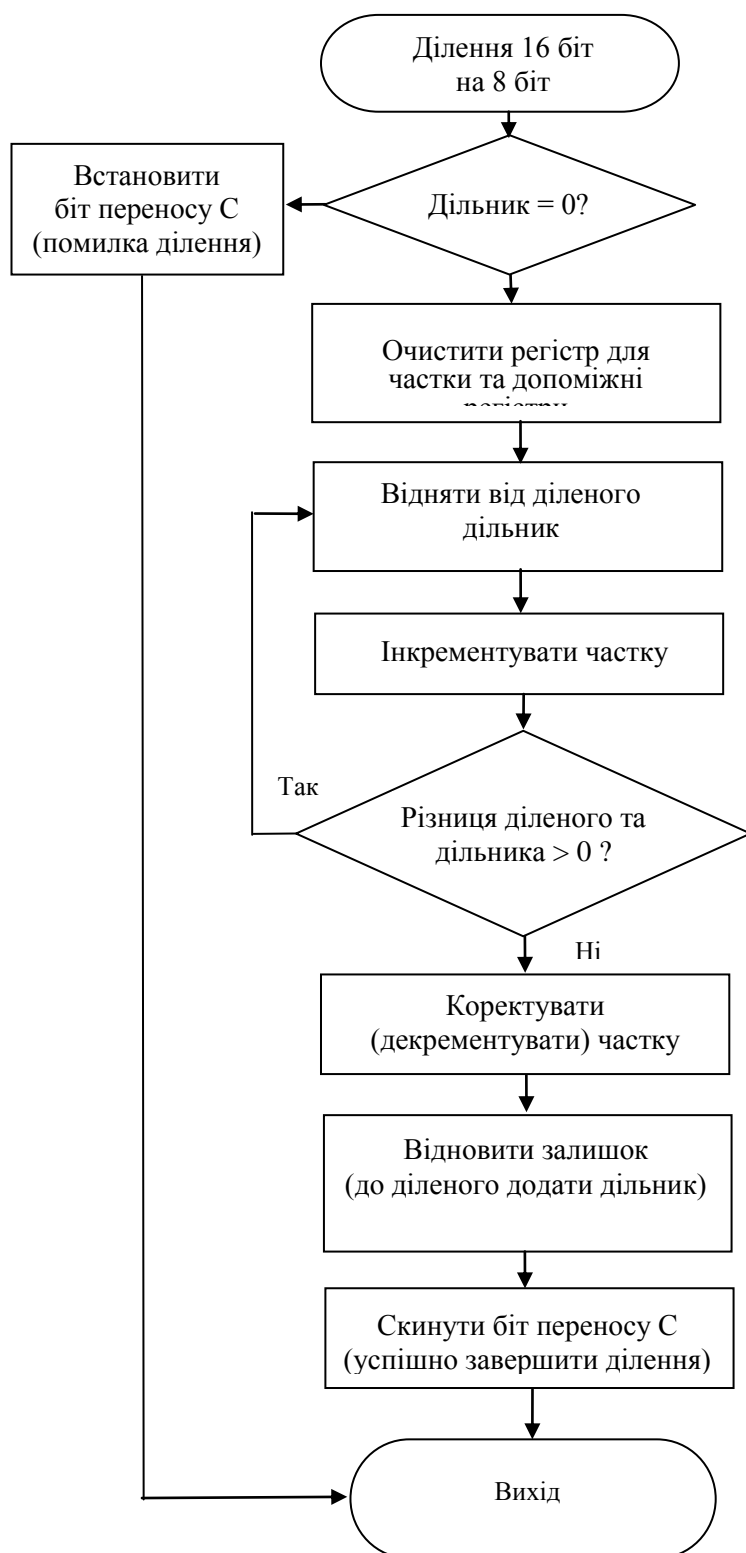

Рис. 2. Алгоритм ділення цілого 16-розрядного беззнакового числа на восьмирозрядне
Алгоритм ділення цілого 16-розрядного беззнакового числа на восьмирозрядне представлений на рис. 2.
7. Скласти програми на мові Асемблер для реалізації алгоритмів множення та ділення беззнакових цілих чисел (рис. 1 та рис. 2).